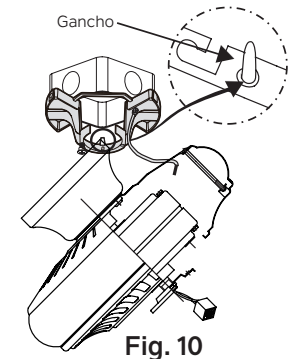

Fig. 10
**Paso 2.** Cuelgue el ventilador en el soporte de montaje en el techo insertando el gancho en el borde interior del soporte de montaje en el techo a través de uno de los orificios para tornillos en la cubierta del techo (Fig. 10). Esto le permitirá tener ambas manos libres para realizar las conexiones de cableado.